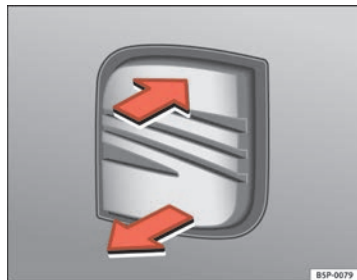

Fig. 74 Coffre à bagages : ouverture depuis l'extérieur
- Tirez sur la poignée ⇒ fig. 74 et soulevez le hayon en même temps.